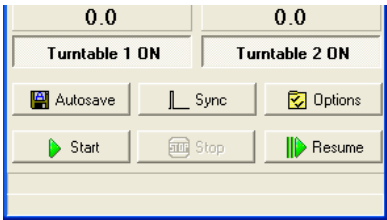

Figure 12.21
Si comincia impostando la funzione di autosave (consultare anche 5.3). Premendo **Alt-F2** si richiama la finestra di dialogo Autosave Setting (fig.12.21); qui si inseriscono il nome del file desiderato ('RogersHalfChirp'), il valore di polar start (-180), polar step (5), polar stop (180), azimuth start (0), azimuth step (0) and azimuth stop (0).
L'ultima operazione da compiere è il lancio della procedura automatica semplicemente attraverso la pressione del pulsante start nella finestra di dialogo Turntables Control (Fig.12.21).